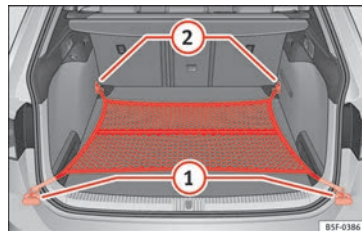

Fig. 177 Na bagageira: saco de rede fixado rente ao piso (modelo LEON ST).
- Dependendo do caso, levante as argolas de fixação dianteiras » **Fig. 177** ②.
- Fixe os ganchos da rede nas argolas de fixação ② » ⚠. O fecho de correr do saco deve ficar voltado para cima.
- Fixe os ganchos da rede nas argolas de fixação ①.